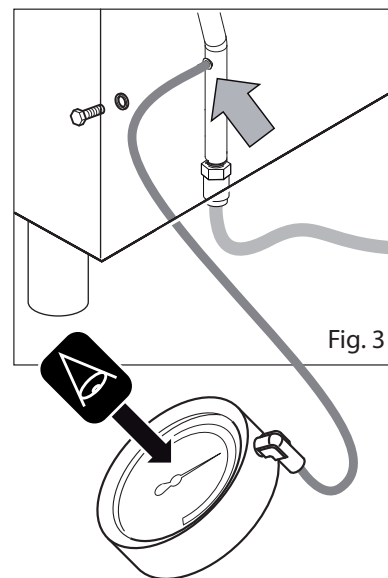

Fig. 3
En la red se debe instalar una válvula de seguridad antes de la línea de alimentación general, ésta debe ser de fácil localización y acceso por parte del operario (Fig. 3)
Al finalizar las operaciones descritas, cerrar la válvula de red (Fig. 3).
- Desatornillar el tornillo de la toma de presión (Fig. 3);
- Desatornillar el inyector de su propio alojamiento (Fig. 3).